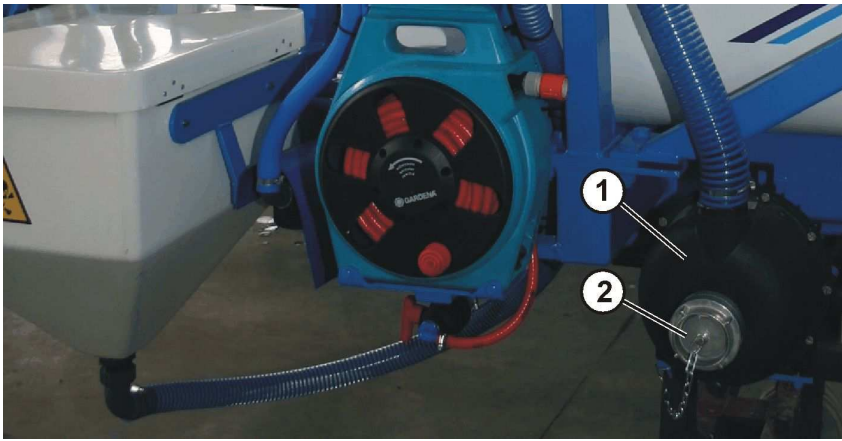

BILD 9/1 füllen mit Kreiselpumpe
- Bei Sonderausrüstung – Tankstop – den Kugelhahn (2 BILD 9/2) öffnen.
Bei Tankstopausrüstung ist der Füllkugelhahn (2 BILD 9/2) automatisch mit einem Luftventil zugeschlossen.